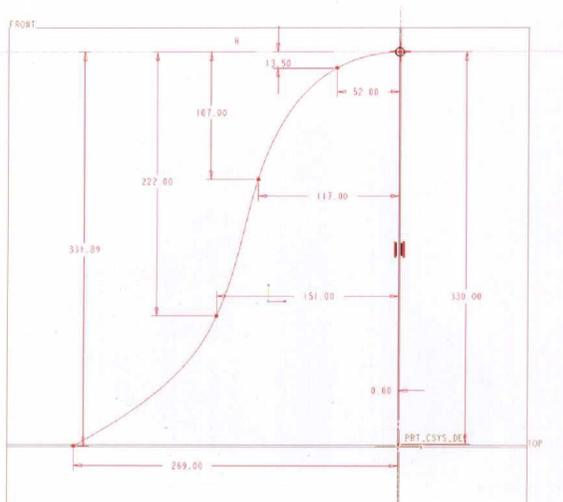

图1-10
(4) 选择“样条曲线” 绘制曲线, 然后将曲线上端与水平的中心线相切, 操作方法为: 单击“草绘”工具栏中的垂直工具, 然后选择其中的相切工具, 之后分别单击曲线上端和水平的中心线, 让它们形成相切关系。绘制完成的样条曲线草图和各个节点的尺寸设置如图1-10所示。